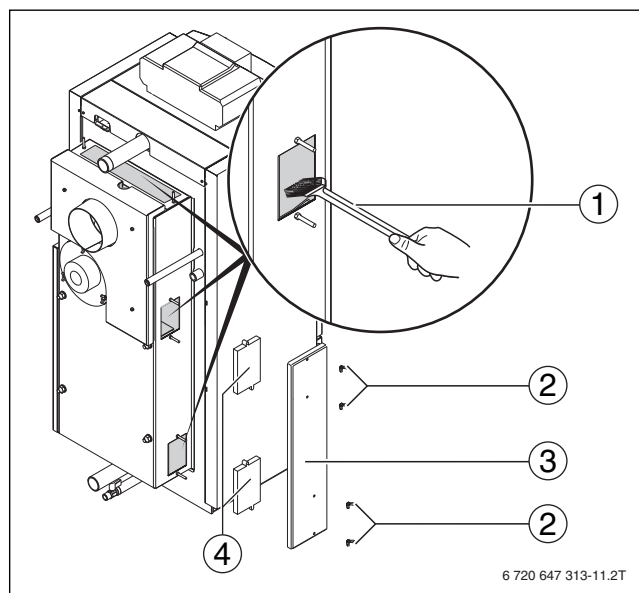

Bild 46 Abgassammler reinigen
- Abgassammler (→ Bild 46, Seite 34) monatlich prüfen und bei Bedarf reinigen.
- Abdeckung (→ Bild 46, [4]) mit der Dichtschnur zum Abgassammler aufsetzen.
- Abdeckung (→ Bild 46, [3]) über beide Prüföffnungen montieren.